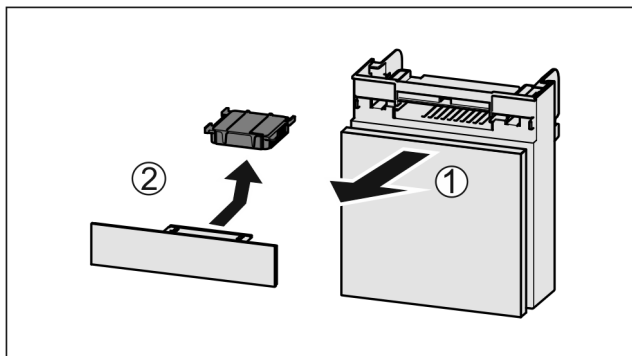

Fig. 245
- Tërhiqni kutinë nga përpara Fig. 245 (1).
- Hiqni filtrin me karbon aktiv Fig. 245 (2).